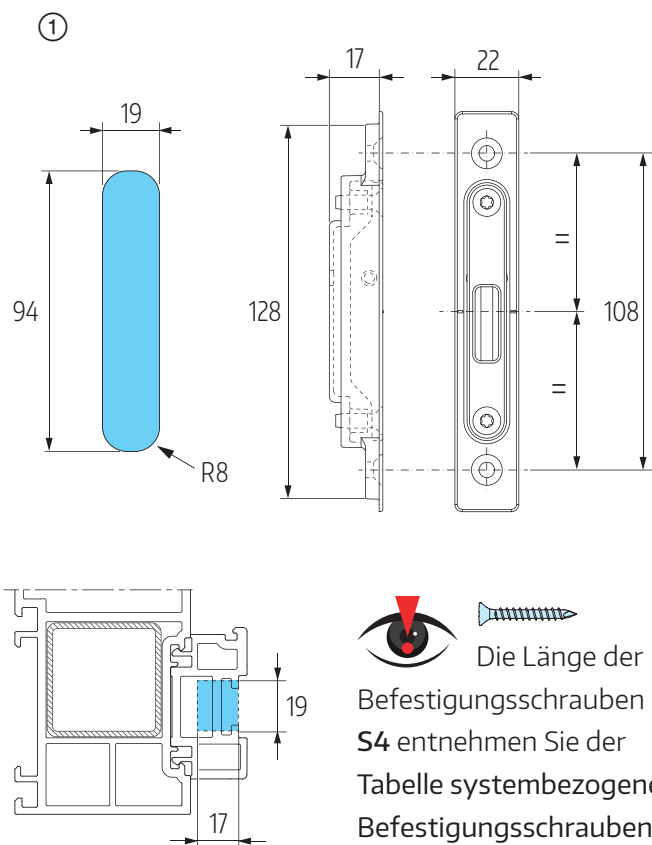

Abb. 45
① Die Position der Fräsungen an der Adapterleiste für das Schließteil für Getriebe mit Haken 5 der untenstehender Tabelle entnehmen. Fräsungstiefe und -breite, siehe **Abb. 45**. ② Lochbild für Bohrlöcher übertragen und Bohrlöcher mit Ø 4,2 bohren; **Abb. 44 auf Seite 44** beachten. ③ Schließteile mit Schrauben S4 am Rahmenprofil festschrauben.